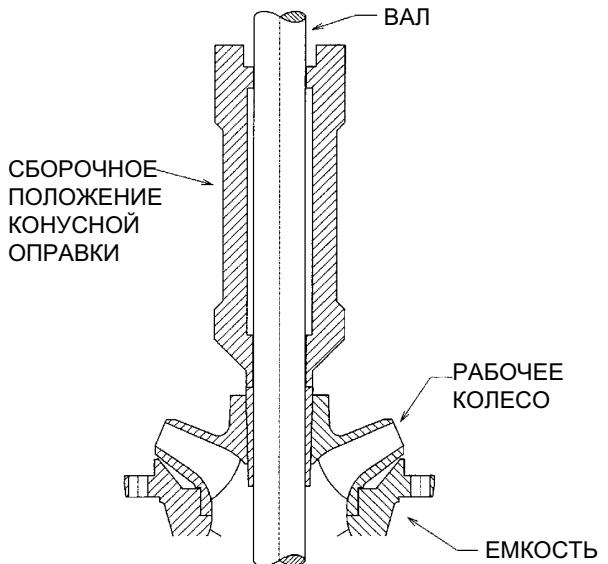

Рисунок 22
- Вставить отвертку в паз конуса (677) для раскрытия паза и надвинуть конус на вал насоса. Удерживать рабочее колесо около емкости и вдвинуть конус в ступицу рабочего колеса. Необходимо убедиться, что конусы были очищены и являются сухими.
- Прочно удерживать рабочее колесо около емкости / раствору всасывания и привести конус на место с помощью конусной оправки (см. рисунок 22). После того, как рабочее колесо закреплено в нужном положении, верхний край конуса должен быть на 1/8" выше ступицы рабочего колеса.
- Надвинуть промежуточную емкость (670) на вал и прикрепить колпачковыми винтами, входящими в объем поставки.